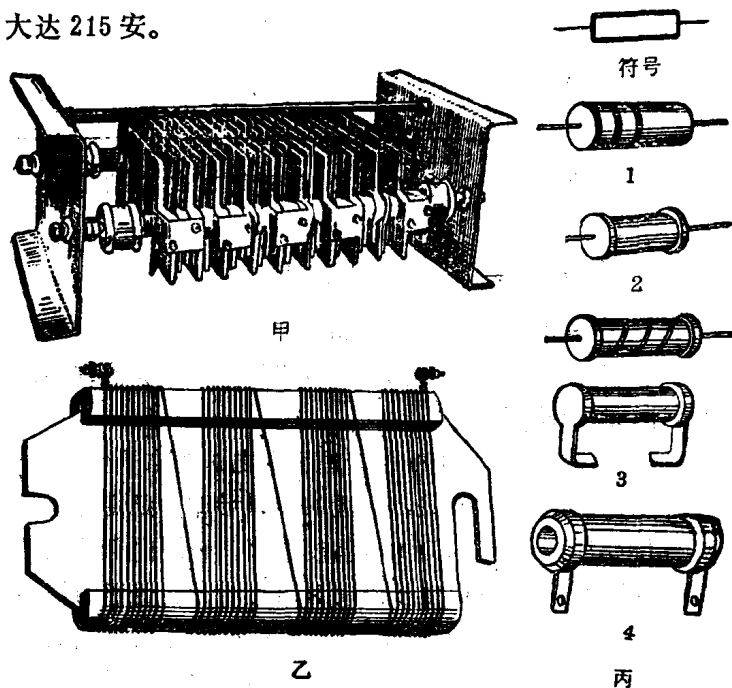

图1-6 固定电阻
1. 铸铁电阻。ZX 1 系列铸铁电阻 (图 1-6 甲) 由铸铁浇铸成曲折蜿蜒的栅形元件串联叠成。适用于交流 50 赫芝电压 500 伏及直流 440 伏的电路中，主要作为电动机的启动、制动及调速用。这种电阻一般阻值小，允许通过电流最大达 215 安。
2. 板形电阻。JZBY型(ZB2)板型电阻片(图 1-6 乙)主要作为异步电动机的起动电阻及用在鼠笼异步电机的反接制动线路来限止电流,亦可供小容量电动机调速用。板形电阻片允许通过的电流一般比铸铁电阻小。
3. 小功率电阻(图 1-6 丙)。用于晶体管、电子管电路中。合成炭质电阻(色环电阻,丙 1)稳定性差,已逐渐淘汰。金属膜电阻(丙 2)比炭膜电阻(丙 3)更稳定,用于要求较高的线路中。线绕电阻(丙 4)适用于功率较大的场合。